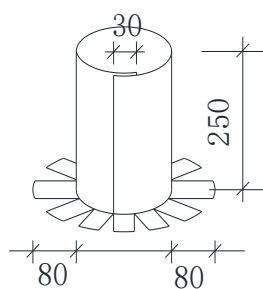

图 3 出屋面管防水卷材
l) 出屋面管道根部应采用卷材包裹，高度  $250\text{mm} \pm 5\text{mm}$ ，包裹卷材自行搭接宽度为  $30\text{mm} \pm 5\text{mm}$ 。包管卷材至管根应采用“裙分”开叉的方法与平面卷材搭接，“裙分”宽度为  $80\text{mm} \pm 5\text{mm}$ ，分 12~14 等份（图 3）。